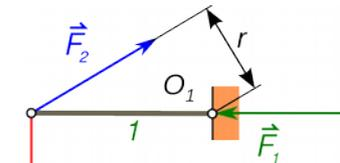

Fig. 28
b) Gleichgewicht der Stange 1 (Fig. 28)